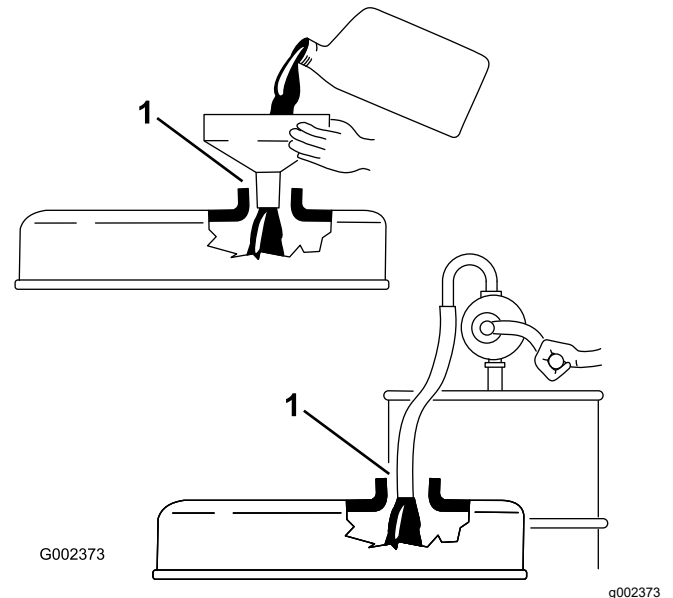

Figura 36
**Important:** Când adăugați ulei de motor trebuie să existe un spațiu liber între dispozitivul de umplere cu ulei și orificiul de umplere de pe capacul valvei, așa cum se arată în Figura 36. Acest spațiu liber este necesar pentru a permite aerisirea în timpul umplerii, ceea ce împiedică scurgerea uleiului în tubul de aerisire.